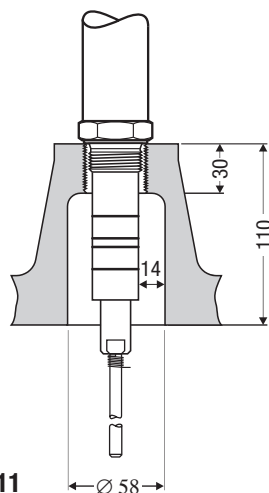

Fig. 11
- Se la sonda di livello NRG 111-50 deve essere installata su tronchetto flangiato DN 50 utilizzare esclusivamente flange a cappello GESTRA. **Fig. 11**
- Verificare che tra elettrodo e la massa (flangia, parete caldaia, ecc.) vi sia una distanza minima di 14 mm. **Fig. 11, Fig. 15-21**